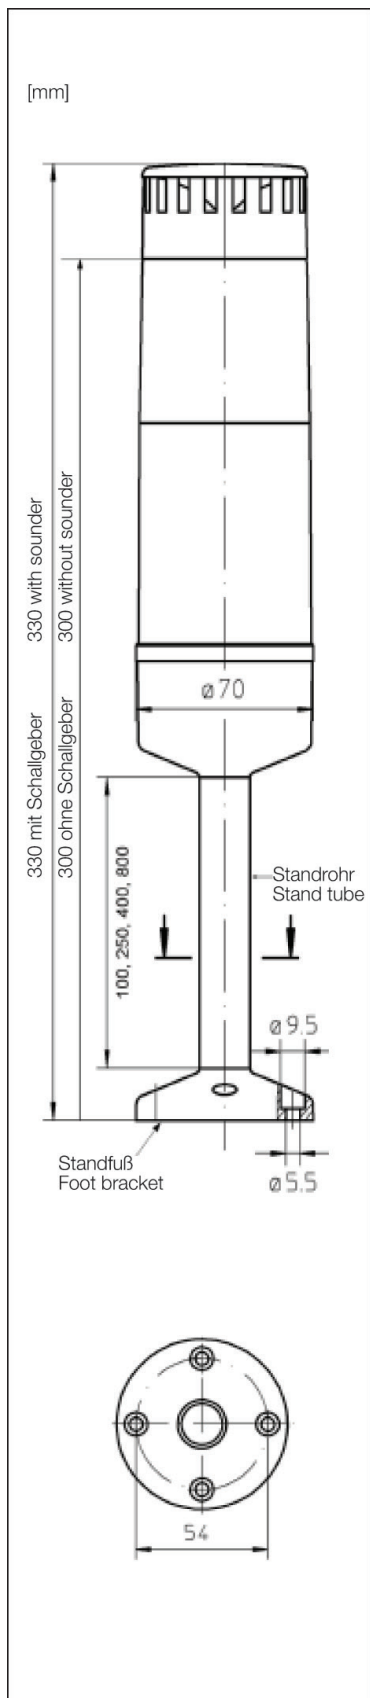

Figure 4. Dimensions
2. Fixez le pied de support à l'emplacement prévu en insérant 4 vis dans les alésages prévus à cet effet. Pour les dimensions d'alésage, voir le schéma (Fig. 4).